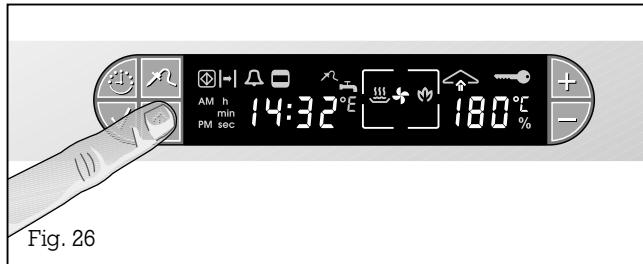

Fig. 26
- Maintenez enfoncée la touche  $\uparrow$  (vapeur à la demande/condensation) (fig. 26).